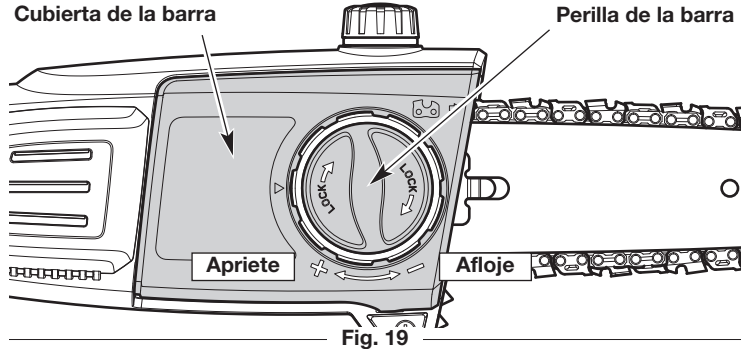
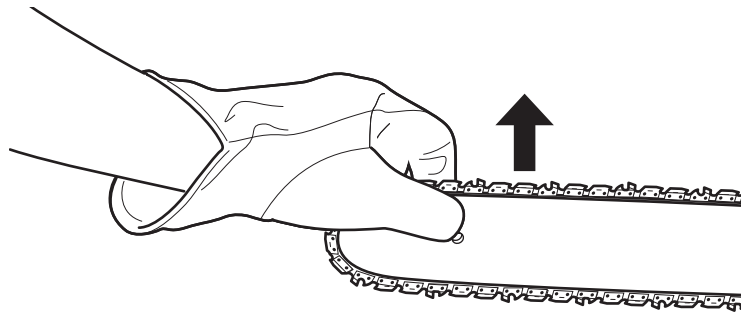
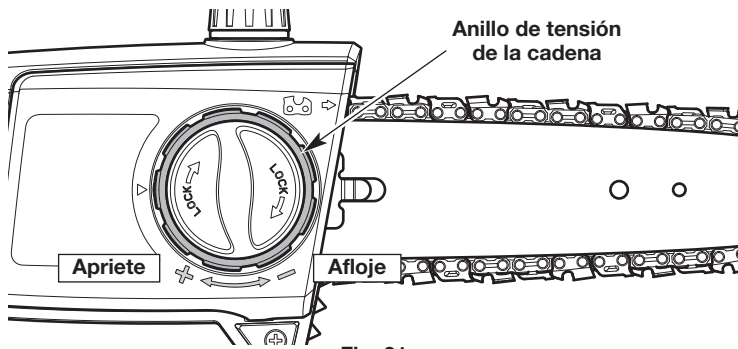
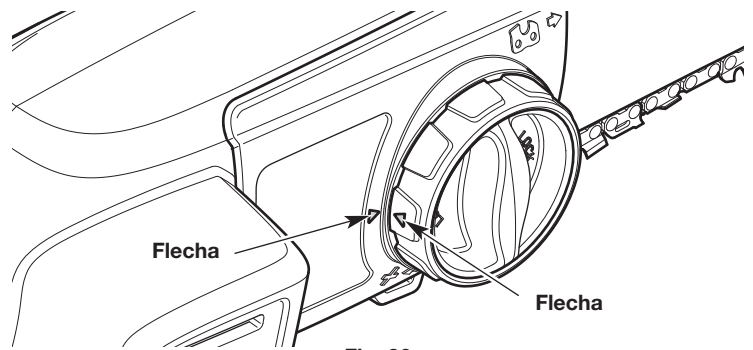

Fig. 19
Fig. 20
Fig. 21
Fig. 26
1. Gire la perilla de la barra en el sentido contrario a las agujas del reloj para aflojar el acoplador (Fig. 19). **NO** saque completamente la tapa de la barra.
2. Sostenga la punta de la barra de guía hacia arriba (Fig. 20) y gire la perilla de tensión de la cadena para ajustar la tensión (Fig. 21).
3. Continúe sosteniendo la punta de la barra hacia arriba (Fig. 20). Gire la perilla de la barra en el sentido de las agujas del reloj para ajustar de manera segura la tapa de la barra (Fig. 19).
1. Gire la perilla de la barra en el sentido contrario a las agujas del reloj para aflojar la tapa de la barra (Fig. 19).
5. Gire el anillo de tensión de la cadena (Fig. 21) hasta que la flecha que está en el anillo quede alineada con la flecha que está en la cubierta de la barra (Fig. 26).
7. Gire el anillo de tensión de la cadena (Fig. 21) en el sentido de las agujas del reloj hasta que la cubierta de la barra esté conectada a la carcasa del motor y la barra de guía empiece a moverse hacia adelante.
8. Gire la perilla de la barra en el sentido de las agujas del reloj para apretar la cubierta de la barra (Fig. 19). **NO** apriete completamente la perilla de la barra.
10. Sostenga la punta de la barra hacia arriba (Fig. 20). Gire la perilla de la barra en el sentido de las agujas del reloj para ajustar de manera segura la tapa de la barra (Fig. 19).